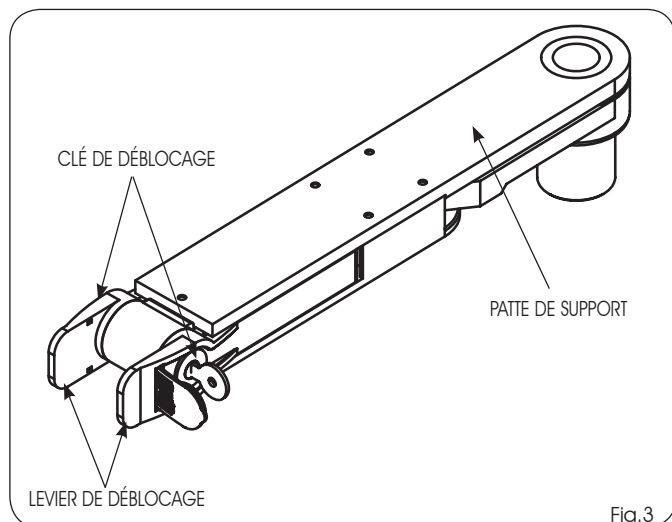

Fig.3
Pour l'opérateur, il y a un déblocage manuel mécanique d'urgence en option (Fig.3).
- 1) Replacer le levier de déblocage dans sa position de repos (Fig.3).